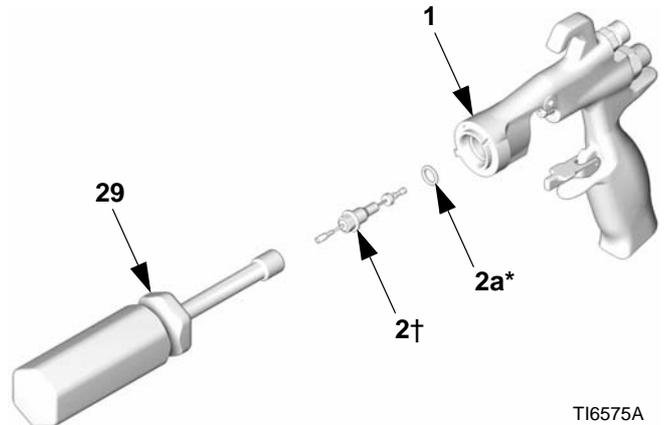

FIG. 42
5. Insira cuidadosamente a extremidade mais fina do veio (9) na válvula pneumática (8*).
6. Instale as duas molas (15 e 19). Aparafuse a tampa das molas (11) na parte de trás do corpo da pistola. Utilize um momento de aperto de 24-25 N•m (210-220 pol-lb).
7. Lubrifique ligeiramente os o-rings do conjunto da agulha e o veio onde os empanques deslizam. Verifique se o o-ring (2a*) está instalado no corpo da pistola (1).
8. Insira a agulha do produto (2) na parte da frente da pistola. Utilize a chave de porcas (29) para apertar a unidade da agulha do produto no corpo da pistola (1) e aperte para 6-7 N•m (50-60 pol-lb). Consulte FIG. 42.